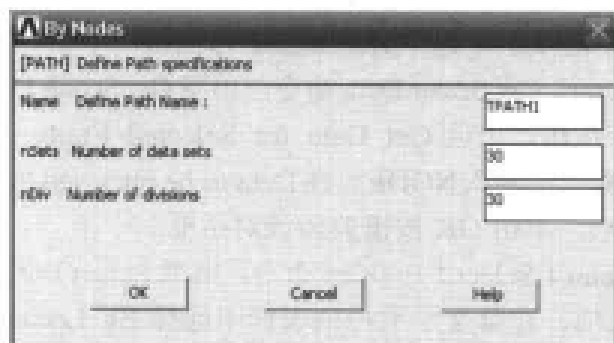

图 12-20 通过节点设置路径对话框
(23) 选择 Main Menu | General Postproc | Path Operations | Define Path | By Nodes 命令, 出现 By Nodes 菜单, 在文本框中输入 1, 2, 单击 OK 按钮, 出现 By Nodes 对话框, 参照图 12-20 对其进行设置, 单击 OK 按钮关闭该对话框。